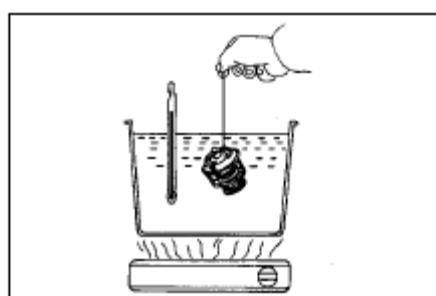
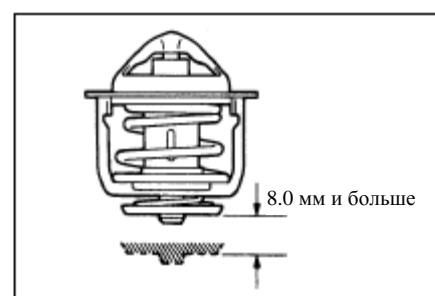

Рис. 62
Рис. 63
(3) Проверьте подъем клапана (см. Рис. 62 и Рис.63).